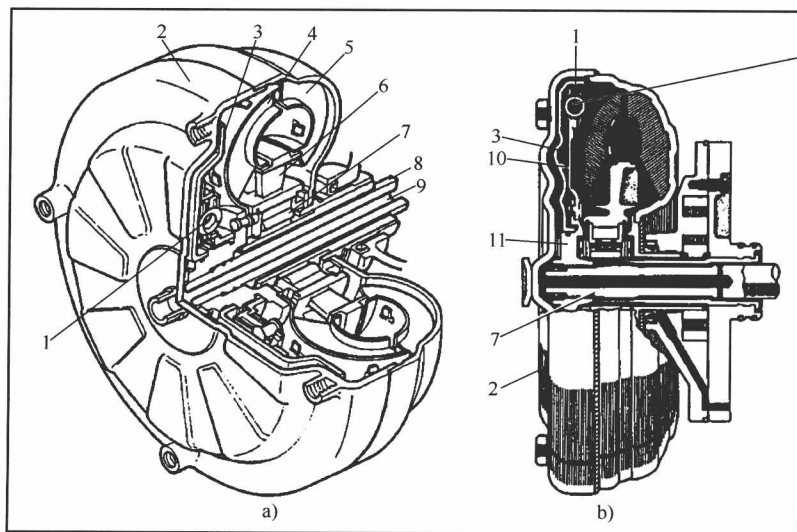

图1-2 锁止式液力变矩器的结构
① 由湿式锁止离合器和综合式变矩器两部分组成,如图1-2所示。
② 锁止离合器由主动部件、从动部件和液压控制部件三部分组成,安装在变矩器壳体前盖与涡轮之间。
③ 主动部件为变矩器壳体前盖,从动部件为可沿轴向移动的锁止压盘和减振盘,主、从动件接触面均粘附有摩擦材料;控制部件由油道和液压油组成。